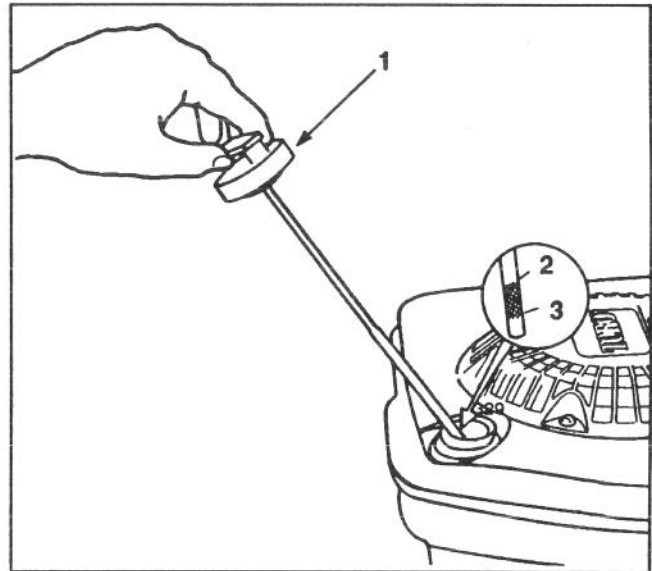

Figure 4
Avant chaque utilisation, vérifier que le niveau d'huile se trouve entre les repères FULL (plein) et ADD (ajouter) de la jauge à réglette (Fig.4). Faire l'appoint suivant les besoins.
1. **VÉRIFIER LE NIVEAU D'HUILE** – Veiller à ce que le niveau d'huile demeure entre les repères FULL et ADD de la jauge (Fig.4).